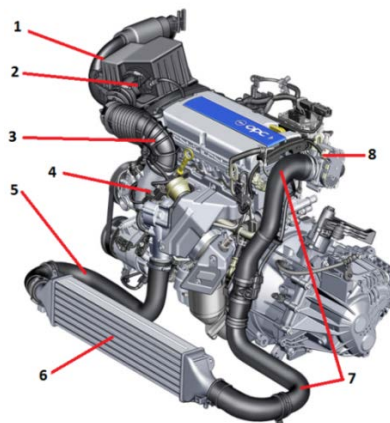

Рис. 1. Элементы системы впуска двигателя с турбонаддувом:
Любая модификация и замена элементов до дроссельной заслонки	Любая модификация и замена элементов 1, 3, 5, 6, 7 на рис.1.
- ✓ стандартным охладителем надвудного воздуха (6 на Рис. 1);